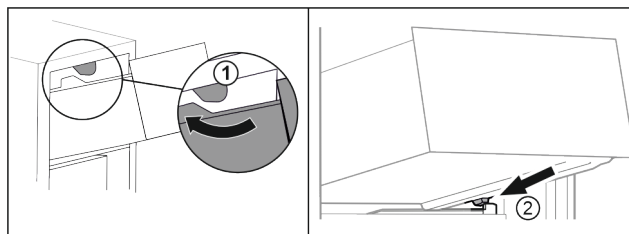

Fig. 69
- ▶ Vedte zásuvku podél horních zářezek. Fig. 69 (1)
- ▶ Nasadte zásuvku šikmo za dolní zářezky na žebrování na nádoby. Fig. 69 (2)